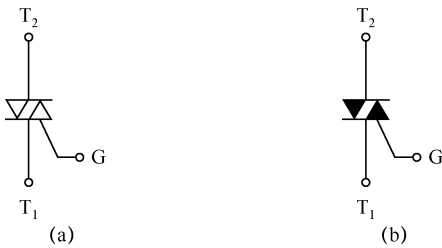

图 4-46 双向晶闸管的图形符号
(1) 文字符号：双向晶闸管的文字符号是 VS ，也有用 V 、 T 、 SCR 表示的。
(2) 图形符号：双向晶闸管的图形符号如图 4-46 所示。其中，(a) 为国标图形符号，(b) 为其他符号。